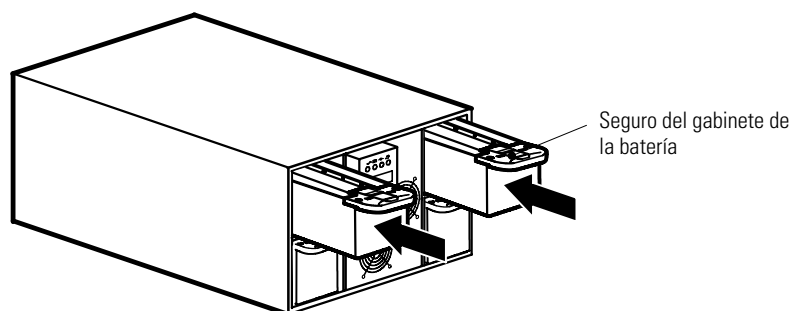

Figura 5. Instalación de los gabinetes de las baterías
1. Verifique que los interruptores automáticos de salida en el panel trasero del SAI se encuentren en la posición OFF (apagado) (O).
2. Deslice los gabinetes de la batería en el gabinete (consulte la Figura 5). Empuje cada gabinete hasta que el seguro del gabinete para batería que se encuentra en los sujetadores de la manija asegure el gabinete en su lugar.